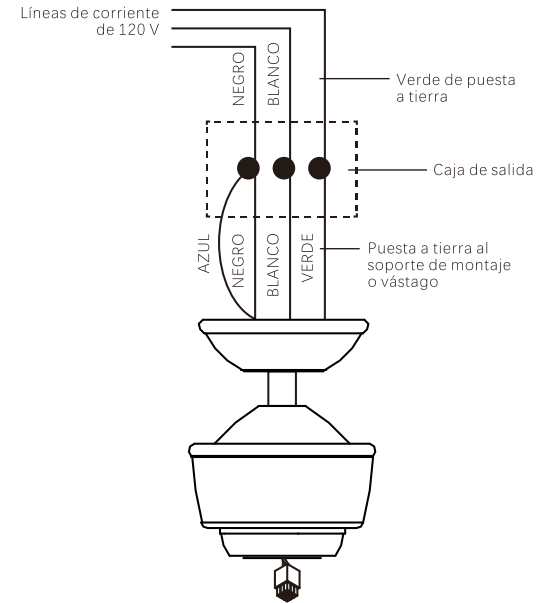

Imagen 12
Paso 1. Conecte el cable de alimentación del ventilador (NEGRO) y el cable de alimentación de la luz (AZUL) al cable caliente del suministro de energía (NEGRO). (Imagen 12)